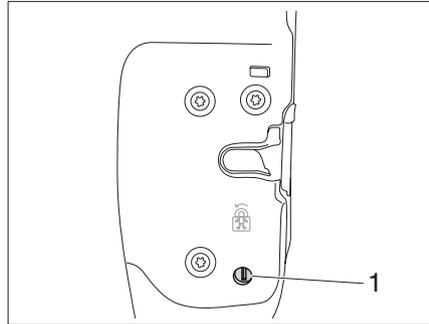

Fig. 13 Attivazione/disattivazione della sicura per bambini
La manopola della sicura per bambini (Fig. 13,1) si trova sul bordo di chiusura della porta scorrevole.
- ▶ Inserire la chiave nella fessura della manopola (Fig. 13,1).